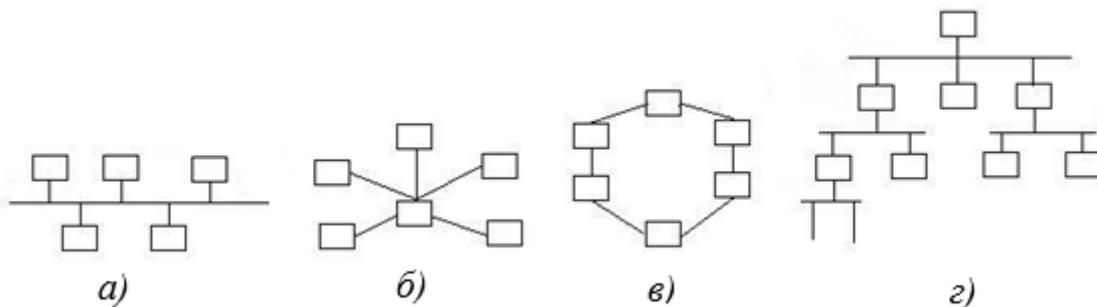

Рис. 4 Структура промышленных сетей
**Вопрос 20.** На рис. 4 выберите древовидную (иерархическую) структуру промышленной сети.
- 1) рис. 4а;
- 2) рис. 4б;
- 3) рис. 4в;
- 4) рис. 4г.